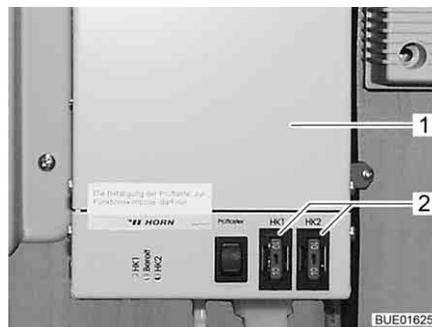

Fig. 167 Regulador de la calefacción para las tuberías de aguas residuales
Los fusibles se encuentran sobre el regulador (Fig. 167,1).
- Cambiar el fusible (Fig. 167,2).